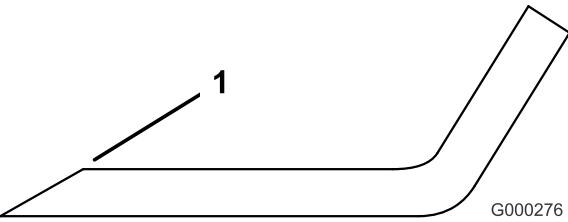

Figure 51
1. Au moyen d'une lime, aiguissez les tranchants aux deux extrémités de la lame (Figure 51). Veillez à conserver l'angle de coupe d'origine. Limez la même quantité de métal sur chacun des deux tranchants pour ne pas déséquilibrer la lame.